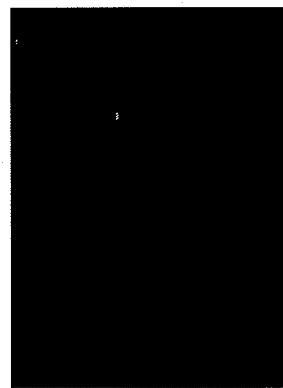

Figura 13
2. Para levantar la escobilla de goma, levante la palanca de la escobilla hacia arriba. Consulte la figura 13.